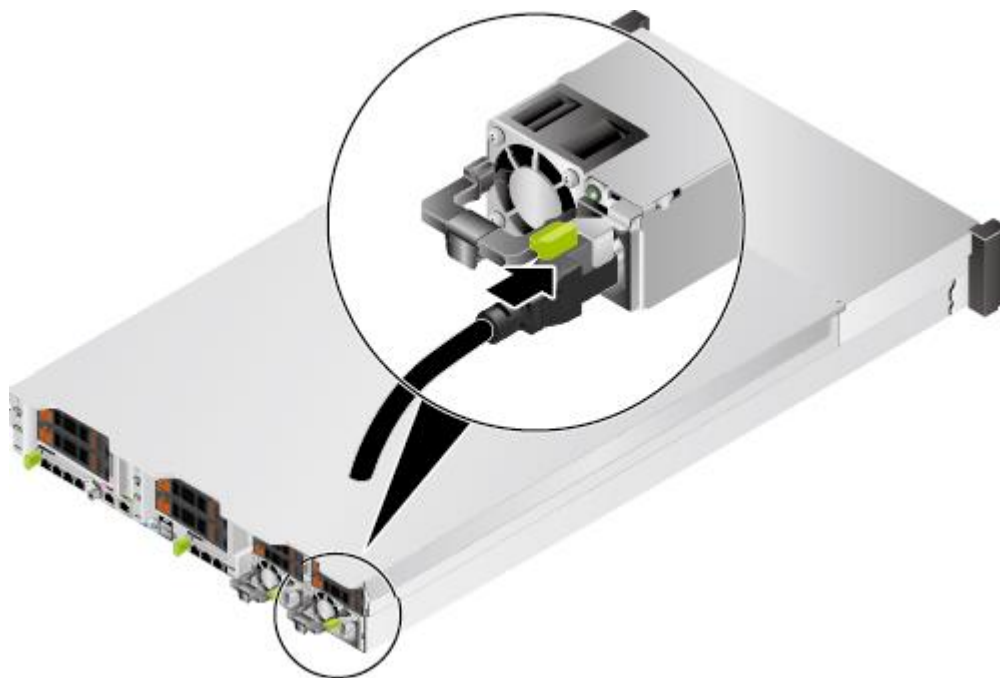

图 3-10 连接电源线缆
2. 将电源线缆的一端插入服务器交流电源模块的线缆接口，如图 3-10 所示。